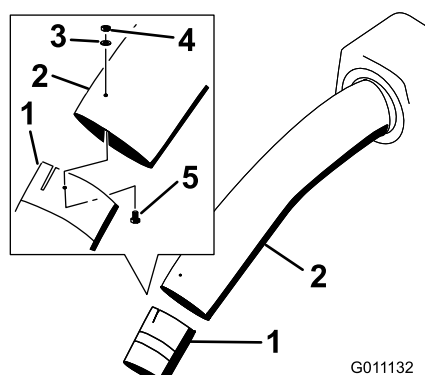

Figure 28
14. Réunissez les tubes supérieur et central avec 3 boulons (10 x 3/4 po), 3 rondelles plates (7/32 po) et 3 contre-écrous (10) (Figure 28).